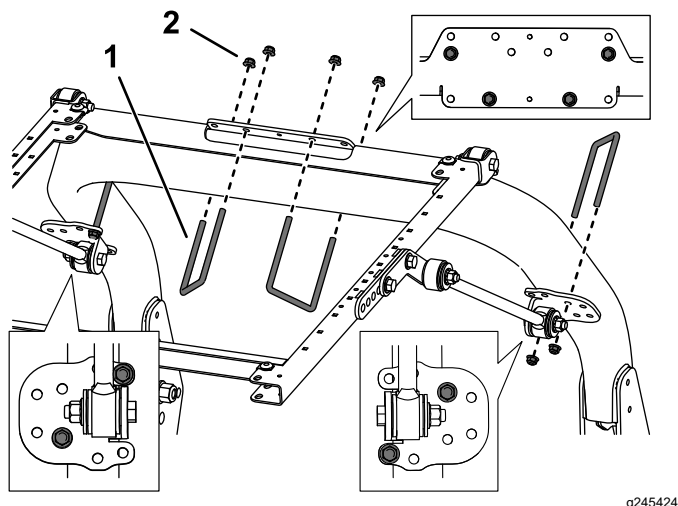

Figura 39
8. Utilizzando i fori di montaggio illustrati nella Figura 39, fissate, senza serrarla, ciascuna delle staffe di ancoraggio ai montanti del roll bar con un bullone a U ($3\frac{1}{2}$ " x 5") e 2 dadi flangiati.